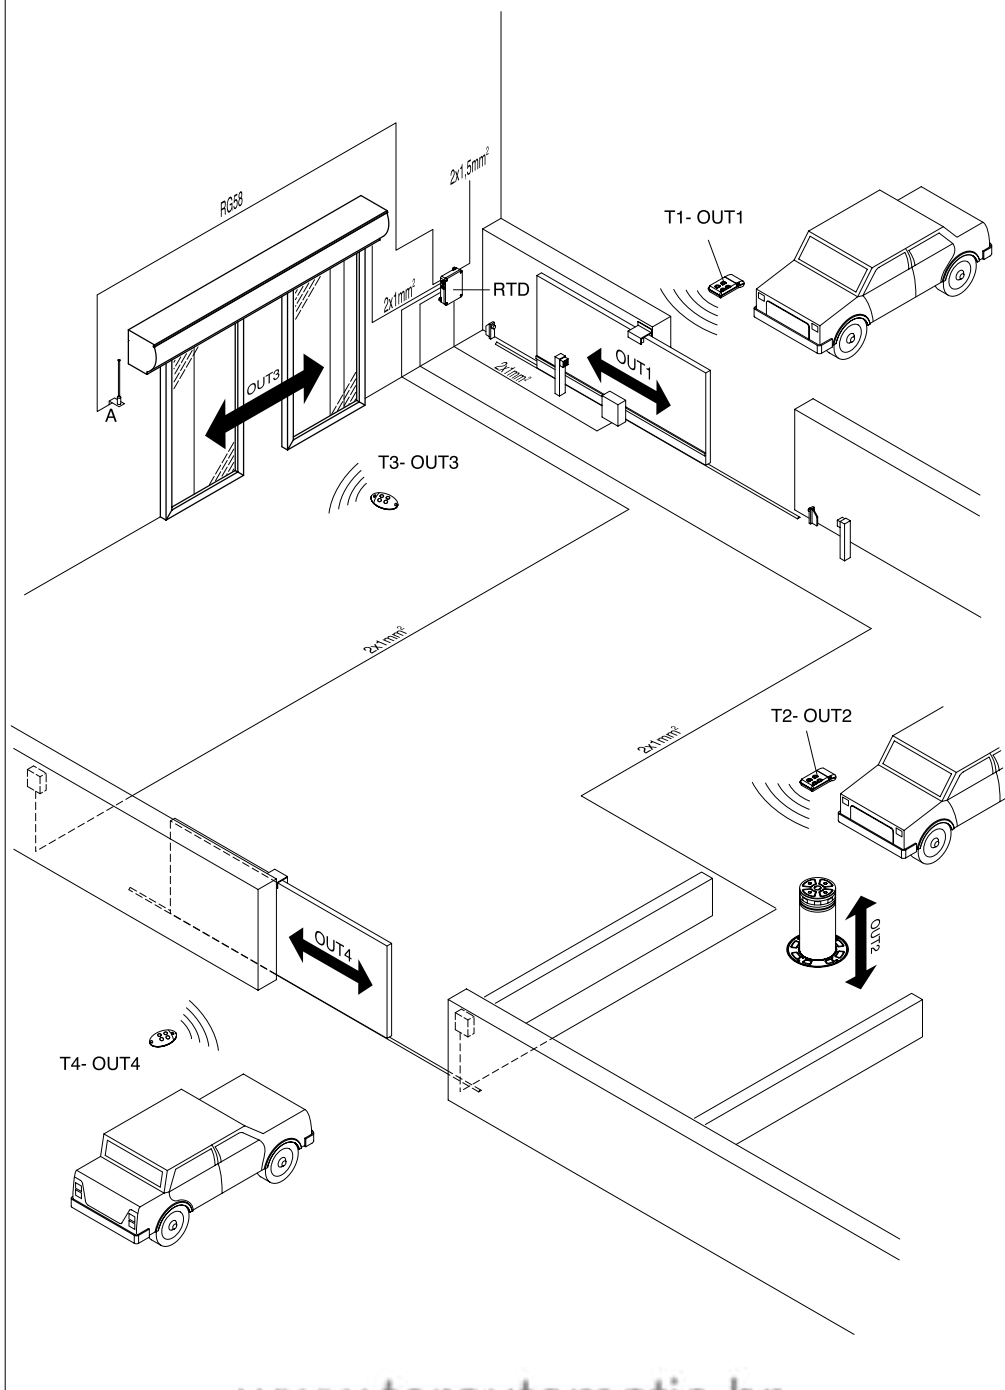

Fig. 5
- O display visualiza a mensagem "Primeiro transmissor" e sucessivamente "tecla escondida"; pressionar a tecla escondida (P1 - Fig.5) do primeiro transmissor (número mais baixo) que se pretende inserir.